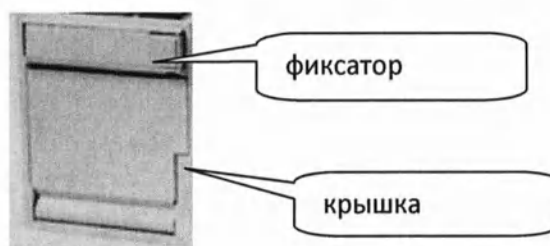

Рис. 6.
- 16.3.3. **Установка бумаги.** Нажмите на фиксатор крышки (рис. 6.), откройте крышку регистратора. Поместите бумагу в держатель. Вытяните край бумаги наружу и закройте крышку.